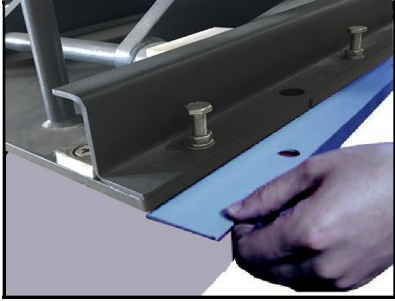

图 37
- 平台底部垫调节金属垫板，以防止地面不平时举升机水平调整（图 37、38）